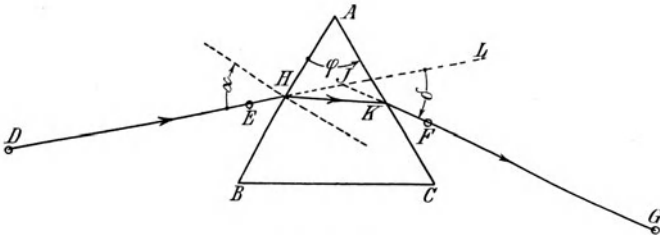

Fig. 126.
**Anleitung.** a) Hefte den Bogen auf das Reißbrett und stecke zwei Nadeln  $D$  und  $E \sim 10$  cm voneinander entfernt lotrecht ein (Fig. 126). Stelle in der Nähe von  $E$  das Prisma auf das Papier und drehe es so, daß du  $D$  und  $E$  durch das Prisma hindurch erblicken kannst. Sieh mit einem Auge so auf die Fläche  $AC$ , daß sich die Bilder von  $D$  und  $E$  decken, und stecke in der Nähe des Prismas die Nadel  $F$
**Anleitung.** a) Stecke wie in Aufgabe 7 (a) den Weg des Lichtstrahls  $DEFG$  ab (Fig. 126) und lege  $L$  ebenfalls durch eine Nadel fest.